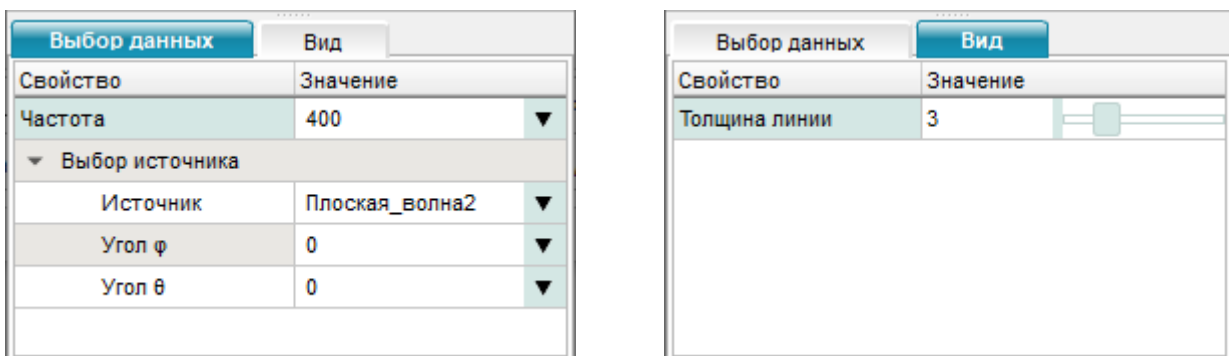

Рис. 213
18.8.2.5. На вкладке «Выбор данных» выбрать значение частоты поля и источник, указать его сферические координаты, и на вкладке «Вид» указать толщину линии тока в окне визуализации (рис. 213).